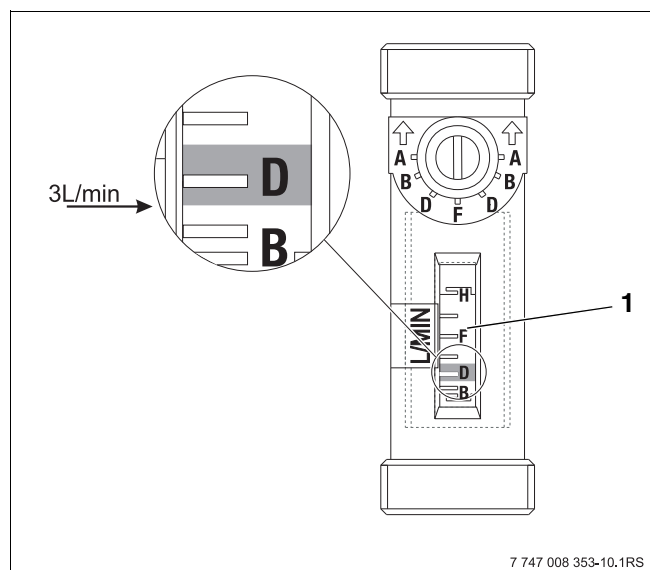

Fig. 9 Instellingen flowregelaar
- Met de fijnafstelling kunt u de doorstroming zodanig regelen, dat de flow op op de juiste waarde is ingesteld. De onderkant van de flowindicator geeft de waarde aan. Zie fig. 9.